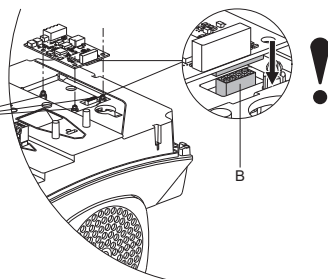

Рис. 63 Установка модуля СИМ
4. Установите новый модуль СИМ, подогнав его по пластмассовым держателям (рис. 63, А) и соединительному разъёму (рис. 63, В). Нажмите на модуль пальцем, чтобы поместить его в гнездо.
5. Установите и закрутите крепёжный винт (рис. 63, А) с моментом затяжки 1,3 Нм.